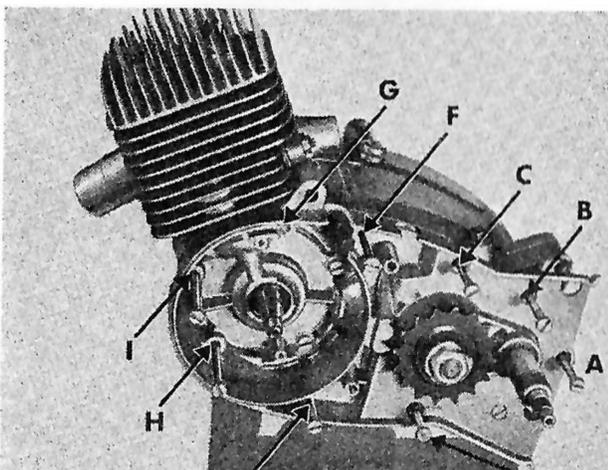

Bild 87
** Diese Schraube ist nur beim Motor 281 vorhanden und befindet sich zwischen I und G. (Bild 87)